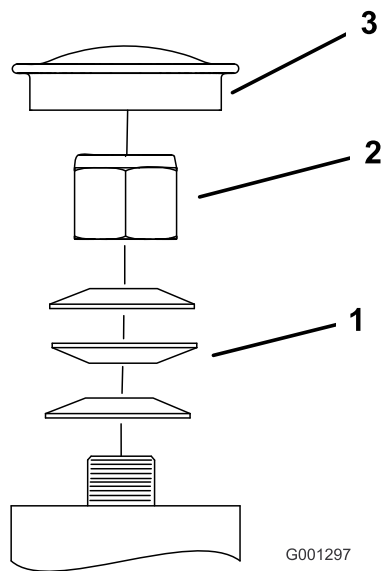

Figure 59
3. Déposez le capuchon protecteur de la roue pivotante et serrez le contre-écrou (Figure 59).
4. Continuez de serrer le contre-écrou jusqu'à ce que les rondelles élastiques soient aplaties, puis desserrez-le d'un quart de tour pour obtenir la précharge correcte des roulements (Figure 59).
5. Reposez le capuchon protecteur (Figure 59).
Important: Veillez à placer les rondelles élastiques correctement, comme montré à la Figure 59.